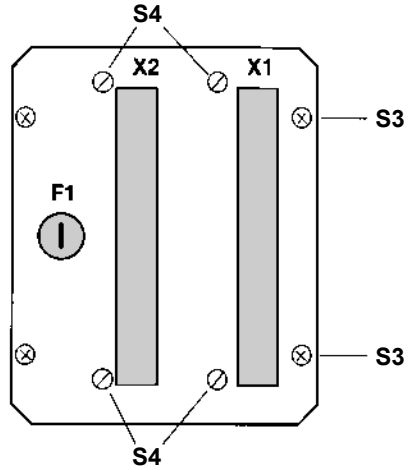

Fig. 2
- 3) Hilfsenergie-Sicherung F1 auswechseln, Rückseite der Kassette (**Fig. 2**). Werte und Bestell-Nr. der Sicherung entnehmen Sie bitte der folgenden Tabelle.
- 5) 4 Kreuzschlitzschrauben auf der Rückseite lösen (**Fig. 2**) und mit der Rückwand die Elektronikeinheit vorsichtig aus der Kassette ziehen.